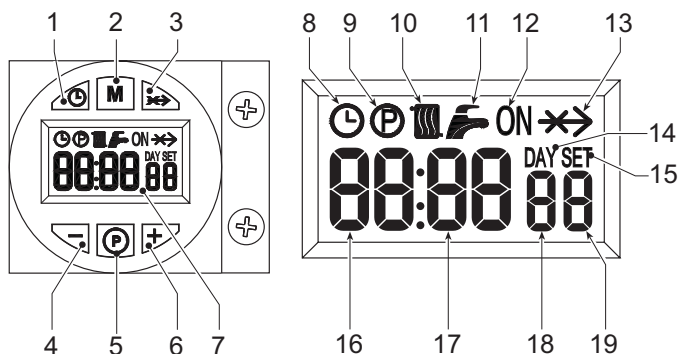

рис. 1 - Панель управления
Запрос на розжиг (вызываемый замыканием контакта на клеммах 7-8 (см. рис. 17), в условиях стандартных настроек) сопровождается загоранием символа радиаторной батареи (поз. 10 - рис. 1).
- Нажмите на кнопку установки дня/времени (поз. 1 - рис. 1).
- На дисплее (поз. 7 - рис. 1) мигают символы ЧАСОВ и ДНЯ: задайте день недели с помощью кнопок + и - (поз. 4 и 6 - рис. 1), принимая во внимание, что 1=понедельник, 7=воскресенье. Подтвердите введенный день нажатием кнопки для установки дня/времени (поз. 1 - рис. 1).
- На дисплее (поз. 7 - рис. 1) мигают две цифры ТЕКУЩЕГО ВРЕМЕНИ (В ЧАСАХ) и символ ЧАСОВ: задайте точное время в часах с помощью кнопок + и - (поз. 4 и 6 - рис. 1), от 00 до 23. Подтвердите введенное время нажатием кнопки для установки дня/времени (поз. 1 - рис. 1).
- На дисплее (поз. 7 - рис. 1) мигают две цифры ТЕКУЩЕГО ВРЕМЕНИ (В МИНУТАХ) и символ ЧАСОВ: задайте точное время в минутах с помощью кнопок + и - (поз. 4 и 6 - рис. 1), от 00 до 59. Подтвердите введенные минуты нажатием кнопки для установки дня/времени (поз. 1 - рис. 1). Работа системы отопления в Автоматическом режиме, Ручном режиме On, Ручном режиме Off
Нажатием на кнопку выбора рабочего режима (поз. 2 - рис. 1) можно задать:
- автоматический режим работы, на дисплее (поз. 7 - рис. 1) появится символ ЧАСОВ. Запрос на активацию и деактивацию горелки зависит от заданной недельной программы. В заданный временной диапазон на дисплее (поз. 7 - рис. 1) отображается также символ ON.
- В ручном режиме On на дисплее (поз. 7 - рис. 1) отображается только символ ON. Горелка постоянно включена
- В ручном режиме Off на дисплее (поз. 7 - рис. 1) не отображается ни символ ON, ни символ ЧАСОВ. Горелка выключена
Можно заранее задать недельную программу в 3 временных диапазонах включенного режима ON и 3 временных диапазонах выключенного режима OFF: они будут одинаковы для каждого дня недели. В запрашиваемом временном диапазоне (поз. 7 - рис. 1) отображается символ ON.
- Нажмите на кнопку Программирование "P" (поз. 5 - рис. 1)
- Выберите день для программирования с помощью кнопок + и - (поз. 4 и 6 - рис. 1):
- Нажмите на кнопку программирования "P" (поз. 5 - рис. 1):
- С помощью кнопок + и - (поз. 4 и 6 - рис. 1) можно изменить начало 1-го временного диапазона режима ON; например, 06:00Нажмите на кнопку Программирования "P" (поз. 5 - рис. 1)
- С помощью кнопок + и - (поз. 4 и 6 - рис. 1) можно изменить начало 1-го временного диапазона режима OFF; например, 09:00Нажмите на кнопку Программирования "P" (поз. 5 - рис. 1)
- С помощью кнопок + и - (поз. 4 и 6 - рис. 1) можно изменить начало 2-го временного диапазона режима ON; например, 12:30Нажмите на кнопку Программирования "P" (поз. 5 - рис. 1)
- С помощью кнопок + и - (поз. 4 и 6 - рис. 1) можно изменить начало 2-го временного диапазона режима OFF; например, 14:00Нажмите на кнопку Программирования "P" (поз. 5 - рис. 1)
- С помощью кнопок + и - (поз. 4 и 6 - рис. 1) можно изменить начало 3-го временного диапазона режима ON; например, 16:00Нажмите на кнопку Программирования "P" (поз. 5 - рис. 1)
- С помощью кнопок + и - (поз. 4 и 6 - рис. 1) можно изменить начало 3-го временного диапазона режима OFF; например, 23:30Нажмите на кнопку Программирования "P" (поз. 5 - рис. 1)
- Нажмите на кнопку программирования "P" (поз. 5 - рис. 1) на 3 секунды, чтобы выйти из режима программирования.
Доступ в меню параметров осуществляется нажатием кнопки программирования "M" (поз. 2 - рис. 1) в течение 5 секунд. На дисплее отображается параметр "u01": обозначенный SET 01. При нажатии на кнопку "P" (поз. 5 - рис. 1) можно просмотреть список параметров.
Для изменения значения параметров используются кнопки + и - (поз. 4 и 6 - рис. 1). сохранение изменения происходит автоматически После изменения параметра необходимо подождать 3 секунды: мигающее значение вносится в память.
Для выхода из меню нажмите кнопку выбора режима работы "M" (поз. 2 - рис. 1) в течение 5 секунд
Доступ в меню параметров осуществляется нажатием кнопки программирования "P" (поз. 5 - рис. 1) в течение 10 секунд. На дисплее отображается параметр "t01": обозначенный SET 01. Нажатием на кнопку "P" (поз. 5 - рис. 1) можно просмотреть список параметров.